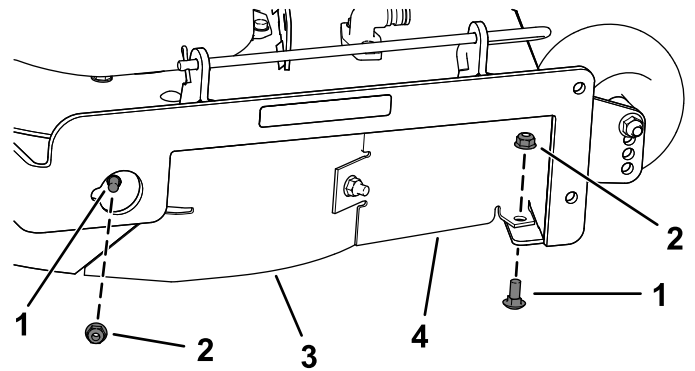

Bild 31
7. Entfernen Sie die zwei Schlossschrauben (5/16" x 3/4") und zwei Sicherungsmuttern (5/16"), mit denen das montierte rechte Ablenkblech und die Schutzvorrichtung des Ablenkblechs am Mähwerk befestigt sind (Bild 31).